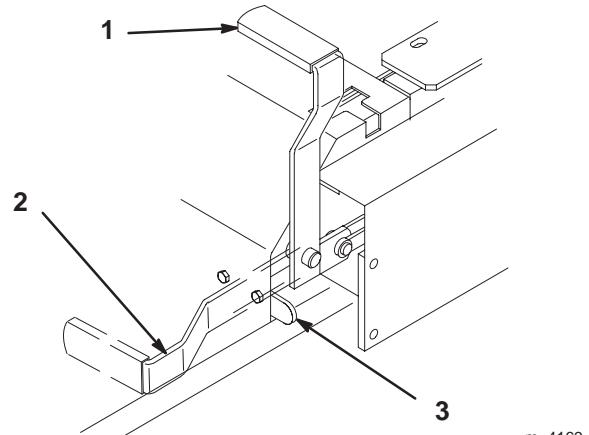

Figure 13
2. Tirez le frein de stationnement en arrière et vers le haut pour le serrer (Fig. 13). Une fois serré, le frein de stationnement ne doit plus bouger.
1. Poussez le levier du frein de stationnement vers l'avant et vers le bas (Fig. 13) afin de le desserrer. Le frein de stationnement est **desserré** et le levier est en appui contre la butée du frein.